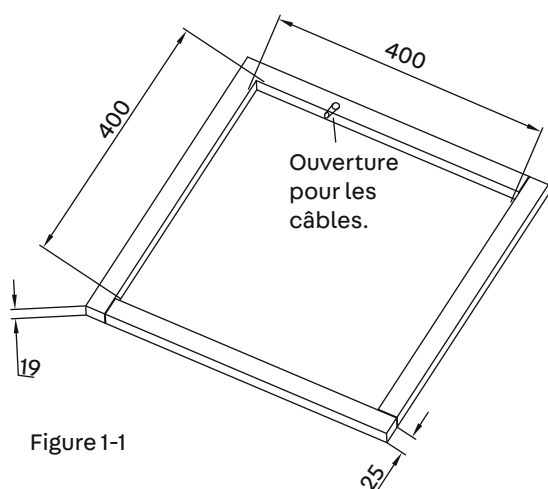

Figure 1-1
Si le lanterneau n'est pas utilisé, une nouvelle ouverture doit être pratiquée dans le toit du véhicule (voir Figure 1-1). Une ouverture correspondante doit également être pratiquée dans le plafond intérieur du véhicule. Soyez prudent lors de cette opération. Si l'ouverture est couverte, des fissures peuvent apparaître. Après avoir vérifié que les ouvertures dans le toit et dans le plafond intérieur sont de la bonne dimension, un cadre de support doit être placé entre le plafond extérieur du toit et le plafond intérieur. La structure du cadre renforcé doit être conforme aux directives suivantes :
2. La surface extérieure du toit et le plafond intérieur doivent être séparés et soutenus pour éviter tout problème lorsque le climatiseur de toit et l'ensemble plafond seront vissés ensemble. Un cadre de support type est illustré à la Figure 1-1.